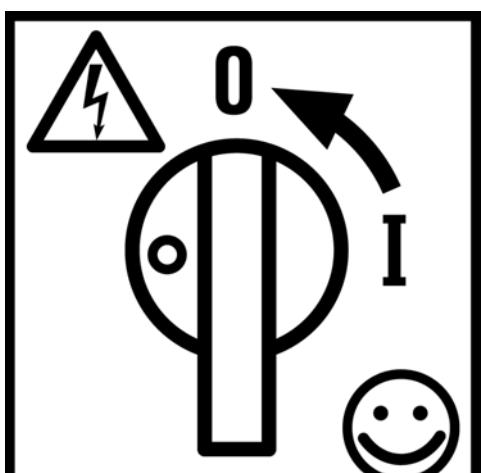

Fig.: 10
- 1 Considerar o uso de um interruptor de rede externo 1 (Fig.: 10) para se poder desligar a electricidade do sistema a qualquer tempo.